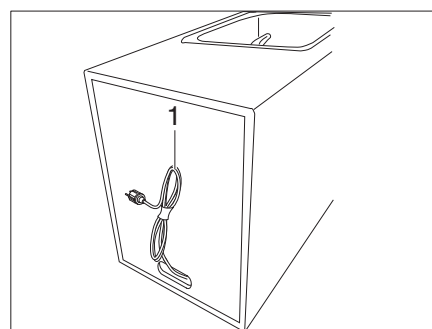

Fig. 16 Cavo per batteria campbox
- Eventualmente scollegare il cavo di rete (Fig. 16, 1) sul retro del modulo di lavaggio.